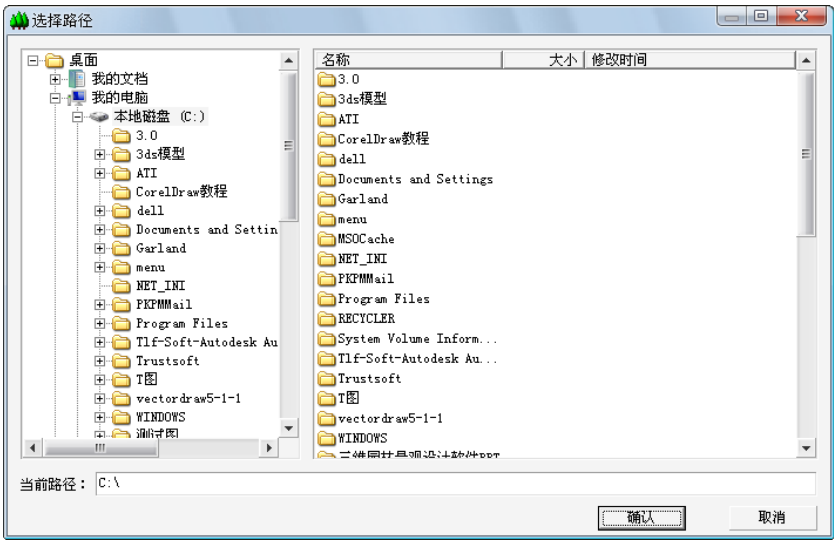

图 2-3 选择路径
2. 弹出“选择路径”对话框，如图 2-3 所示；
4. 工程文件将被完整的复制到新建目录内。复制完成后用户可选择是否将当前状态切换的新工程目录中，如果切换在提示对话框中选择“是 (Y)”，如果保持原工程目录选择“否 (N)”。